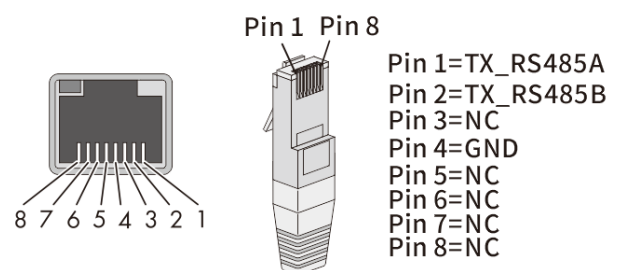

Abb. 35. Kabelanschlussbelegung
2. Netzkabel abisolieren und Kupferdraht an die entsprechende Klemme (nach DIN 46228-4, bauseits) des handelsüblichen Netzwerkstecker (RJ45) crimpen (Siehe Abb. 35).